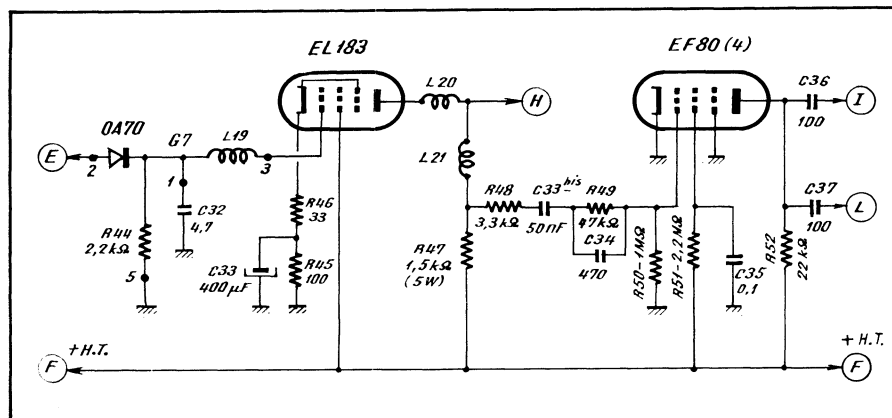

Fig. 4. — Schéma de l'amplificateur vidéo et de l'étage séparateur.
Le détecteur vidéo est constitué par une diode au germanium OA70 (fig. 4) associée à une résistance de charge  $R_{44}$  shuntée par  $C_{32}$ . La correction à l'entrée de l'amplificateur vidéo est du type série et comporte une simple bobine  $L_{20}$ . L'ensemble de détection, y compris la bobine  $L_{20}$ , est enfermé dans un petit blindage analogue à celui
Cette fonction est confiée à la pentode EF80 (fig. 4) montée en écrêteur par le haut et par le bas, grâce aux coudes supérieur et inférieur de la caractéristique, suffisamment rapprochés à cause de la tension d'écran très faible, de l'ordre de 20 V. Il en résulte que le signal vidéo complet, qui arrive sur la grille de la séparatrice en polarité négative, c'est-à-dire avec les tops de synchronisation dirigés vers le haut, se trouve amputé de toute la partie correspondant au contenu de l'image, c'est-à-dire située entre le blanc et le niveau du noir. En même temps, l'arrêtage par le coude supérieur permet d'obtenir, à la sortie de la séparatrice, des impulsions bien nettes, qui sont dirigées vers la base de temps images par (I) et vers celle de lignes par (L).